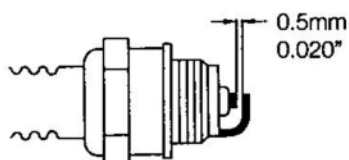

FIG 30
- Check electrode gap - See Fig.30.